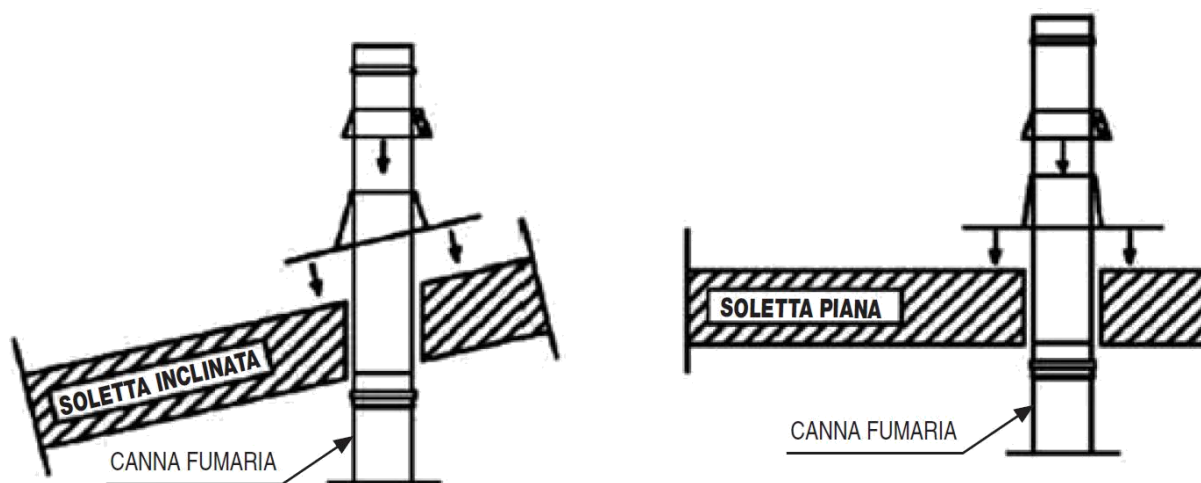

Figura 2– Esempio di montaggio faldale
- ii. fissare il tubo e il cono del faldale con la fascetta per faldale serrando le viti e sigillando il tutto con un leggero velo di silicone, come illustrato in figura 2.